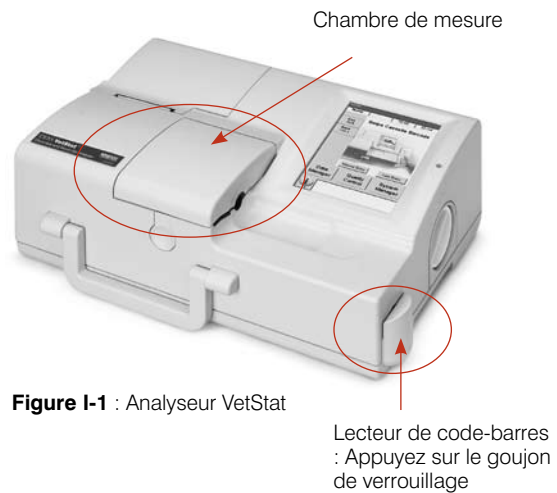

Figure I-1 : Analyseur VetStat
1. Appuyez sur le goujon de verrouillage situé sur la glissière du lecteur de code-barres (Figure I-1).
Ouvrez le couvercle de la SMC (Figure I-1) et nettoyez les surfaces des composants optiques et l'intérieur du couvercle au moyen d'un chiffon non pelucheux imbibé d'alcool isopropylique. Vous pouvez utiliser un coton-tige pour nettoyer les pièces de plus petite taille de la SMC.